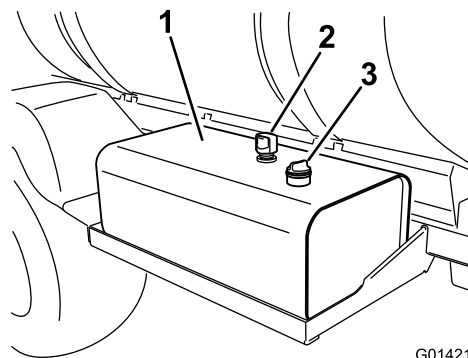

Figura 96
2. Limpie la zona alrededor del tapón de la varilla del depósito de fluido hidráulico y retire el tapón (Figura 96).